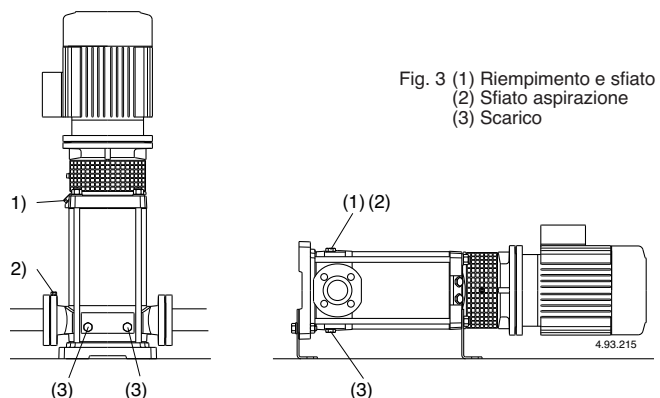

Fig. 3 (1) Riempimento e sfiato
Con la **pompa sopra il livello dell'acqua** da sollevare (funzionamento in aspirazione, **fig. 2A**) o con un battente insufficiente (inferiore a 1 m) per aprire la valvola di non ritorno, riempire il tubo aspirante e la pompa attraverso l'apposito foro (1) (**fig. 3**).
Con il **livello dell'acqua in aspirazione sopra la pompa** (funzionamento sotto battente, **fig. 2B**) riempire la pompa aprendo lentamente e completamente la saracinesca nel tubo di arrivo, tenendo aperta la saracinesca in mandata ed i fori di sfiato (1), (2) (**fig. 3**) per fare uscire l'aria.
Chiudere i fori di sfiato (1), (2) (**fig. 3**).
Se si verifica una perdita di adescamento (interruzione del flusso di mandata, nonostante le saracinesche siano aperte) o se si nota una oscillazione della pressione indicata dal manometro, ripetere lo sfiato del lato aspirazione (2), verificare che tutte le giunzioni del tubo aspirante siano a perfetta tenuta e serrare il tappo di sfiato (2) ed i tappi di scarico (3) sul lato aspirazione (fig. 3).
Possibilmente, come nel caso di impieghi temporanei con liquidi sporchi, fare funzionare brevemente la pompa con acqua pulita per rimuovere i depositi. Oppure, dopo lo svuotamento, eseguire un lavaggio immettendo acqua pulita (almeno 40 litri) nel foro di riempimento (1) lato mandata e lasciandola uscire dal foro di scarico (3) lato aspirazione (fig. 3).
Quando la pompa rimane inattiva deve essere svuotata completamente se esiste il pericolo di gelo. Togliere entrambi i tappi (14.12), (pos. 3, fig. 3).
Prima dello smontaggio chiudere le saracinesche in aspirazione e mandata e svuotare il corpo pompa (fig. 3).